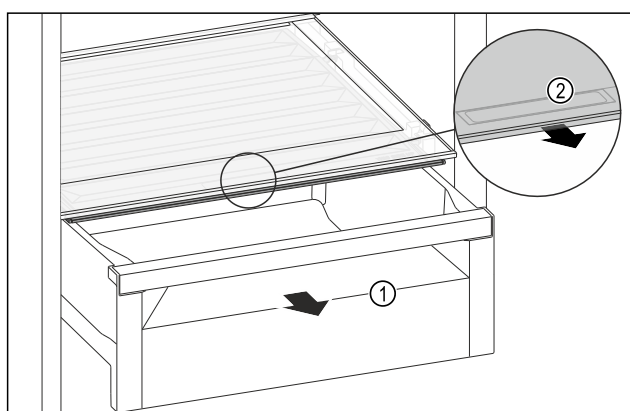

Fig. 212
- Schubfach Fig. 212 (1) herausziehen.
- Griffmulde Fig. 212 (2) am Fachdeckel anfassen und Fachdeckel gleichzeitig nach vorne ziehen.